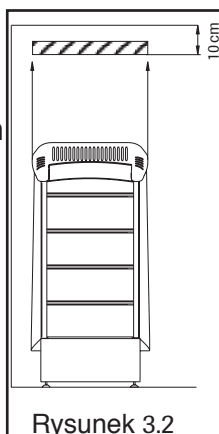

Rysunek 3.1. Wtyczki płytki obwodu
- Umieście łączniki pulpitu sterowania i czujnika we wtyczkach płytki obwodu (Rysunek 3.1)